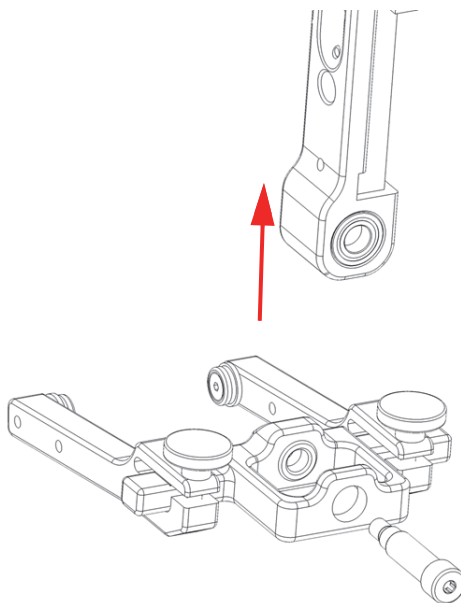

Abbildung 5-4 Schiene des federbelasteten Arms entfernen
2. Schieben Sie die Schiene des federbelasteten Arms aus dem Schwenkträger (Abbildung 5-4 auf Seite 81) heraus.